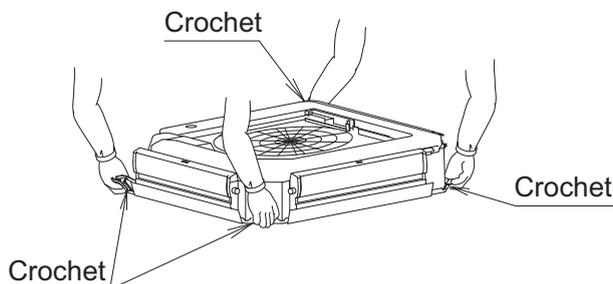

Fig. 9
- Lors du transport de l'unité intérieure, tenez-la par les supports en métal d'accroche. **(Reportez-vous à la fig. 9.)**